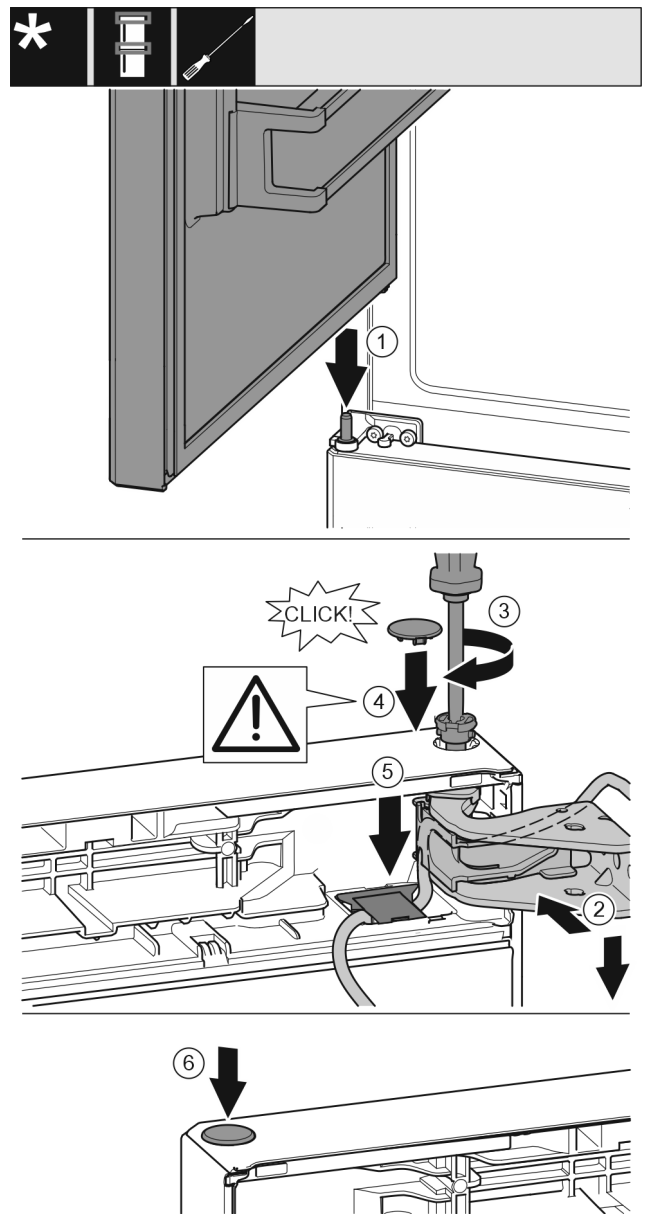

Fig. 40
- Obere Tür auf mittleren Lagerbolzen setzen Fig. 40 (1)
- Tür oben zur Öffnung im Lagerbock ausrichten. Fig. 40 (2)
- Bolzen einsetzen und mit Schraubendreher T15 festschrauben. Fig. 40 (3)
- Sicherungsabdeckung zur Sicherung der Tür montieren: Sicherungsabdeckung einsetzen und kontrollieren ob sie auf der Tür aufliegt. Ansonsten Bolzen vollständig einsetzen. Fig. 40 (4)
- ▶ Abdeckung einsetzen und nach unten drücken bis sie einrastet. Fig. 40 (5)
- ▶ Stopfen einsetzen. Fig. 40 (6)